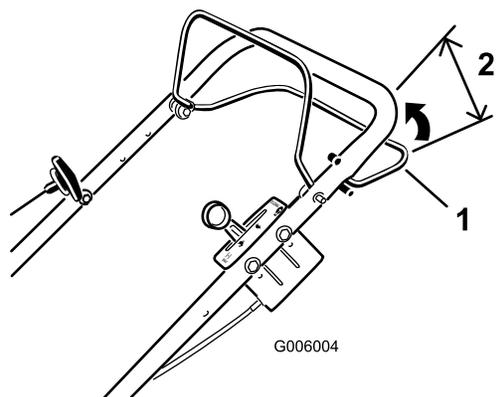
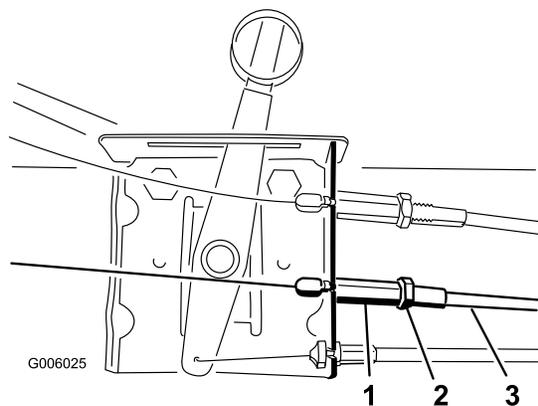

Figure 43
Figure 44
Si la tondeuse ne se propulse pas automatiquement ou avance quand la barre de commande d'autotraction est à plus de 57 mm (2-1/4") du guidon (Figure 43), réglez l'autotraction.
1. Desserrez l'écrou de blocage (Figure 44).
2. Vissez la gaine du câble dans l'écrou soudé pour augmenter l'écart entre la barre et le guidon (ou dévissez la gaine de l'écrou soudé pour réduire l'écart) (Figure 44) jusqu'à ce que vous obteniez l'écart correct (Figure 43).